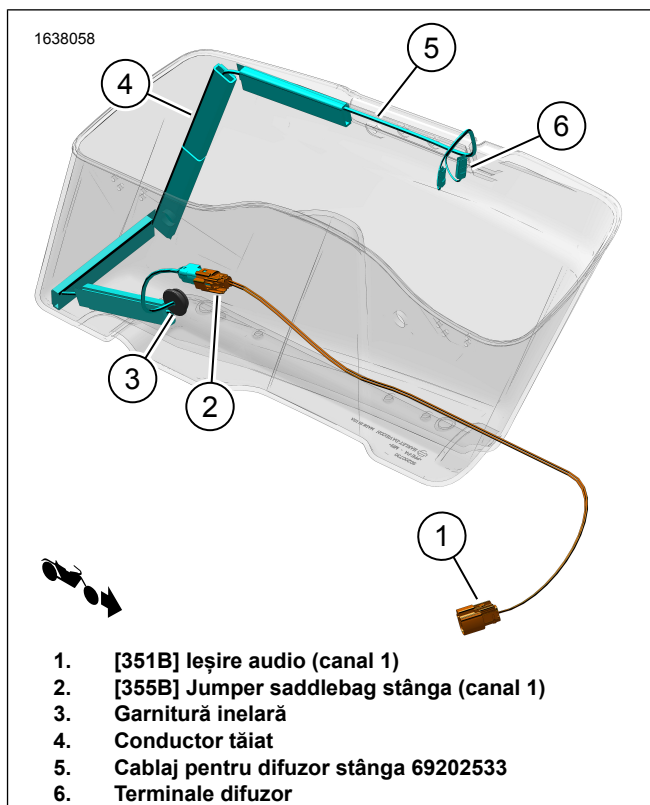
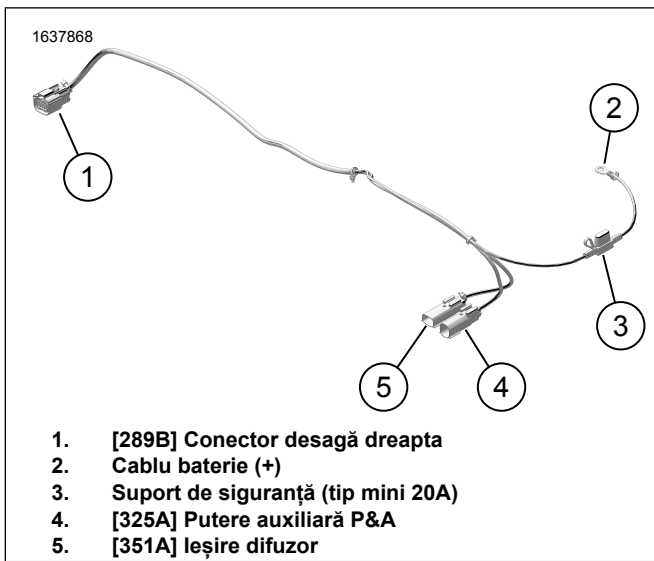
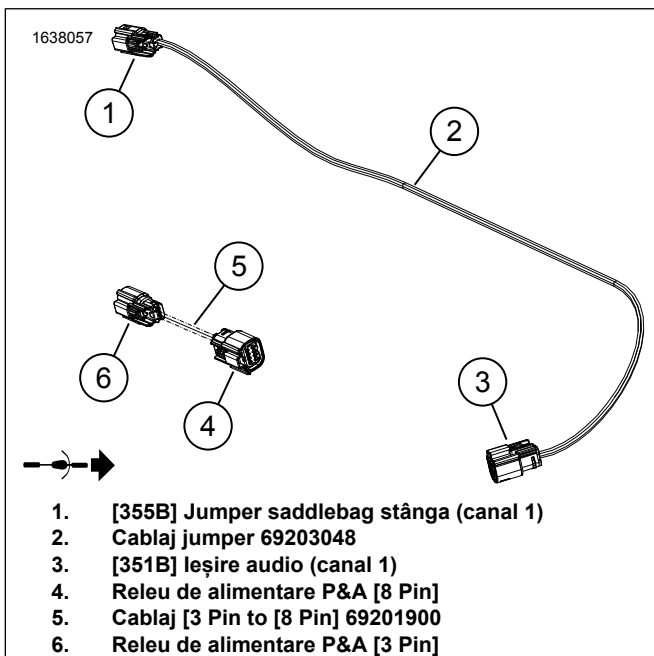

Figura 4. Traseele cablajului pentru desaga din stânga
Figura 15. Cablaj extern 69202870
Figura 16. Cablaje jumper
12. A se vedea figura 4. Montați cablajul difuzorului din stânga.
- b. A se vedea figura 4. Dirijați cablajul (5) după cum este prezentat.
1. A se vedea figura 15. Conectați firul bateriei (+) (2) la borna bateriei (+). Consultați manualul de service.
- a. A se vedea figura 15. Dirijați [325A] (4) spre partea stângă a cadrului vehiculului.
- b. A se vedea figura 16. Conectați partea cu [3-Pini] (6) a cablajului jumper (5) la [325A] (4) de la cablajul extern 69202870. A se vedea figura 15.
c. A se vedea figura 16. Conectați partea cu [8-Pini] (4) a cablajului jumper (5) la conectorul P & A al vehiculului [4]. Amplasate sub capacul din partea stângă.
- a. Dirijați partea [325A] (4) de-a lungul părții drepte a cadrului vehiculului.
- b. A se vedea figura 15. Conectați [325A] la conectorul P&A al vehiculului [325B]. Amplasat sub capacul din partea dreaptă.
4. A se vedea figura 15. Dirijați ramura [289B] (1) a cablajului extern de-a lungul cadrului și a suportului rigid pentru aripă. Folosind curelele de cablu, montați lejer cablajul la punctele de ancorare. Nu strângeți curelele de cablu.
8. A se vedea figura 16. Dirijați și montați cablajul jumper 69203048 (2).
a. A se vedea figura 16. Conectați partea [355B] (1) a cablajului jumper (2) la cablajul difuzorului de la desaga din stânga (5). A se vedea figura 4.
c. A se vedea figura 16. Dirijați partea [351B] (3) de pe cablajul jumper 69203048 (2) spre [351A] (5) de pe cablajul extern 69202870. A se vedea figura 15.
10. A se vedea figura 1. Montați o siguranță de 20 amperi (18) în suportul de siguranțe al cablajului extern (3). A se vedea figura 15.
- a. Conectați [360LA] la stânga (L).
- b. Conectați [360RA] la dreapta (R).
4. A se vedea figura 15. Conectați la [351A] (5).